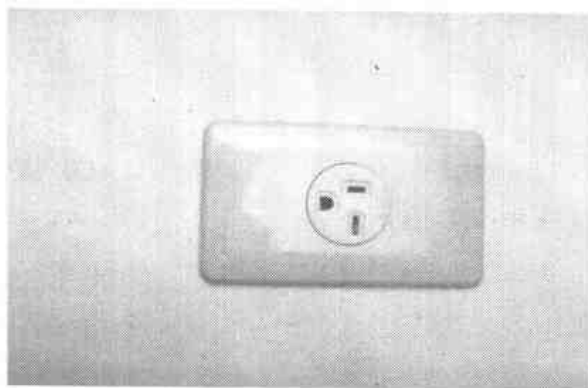

图 1-7
(1) 将测试棒红色端插入万用表的“+”插孔，黑色端插入万用表的“-COM”插孔。
(2) 将万用表旋钮转至 DCV 挡中 30V 的位置（如图 1-7 所示）。